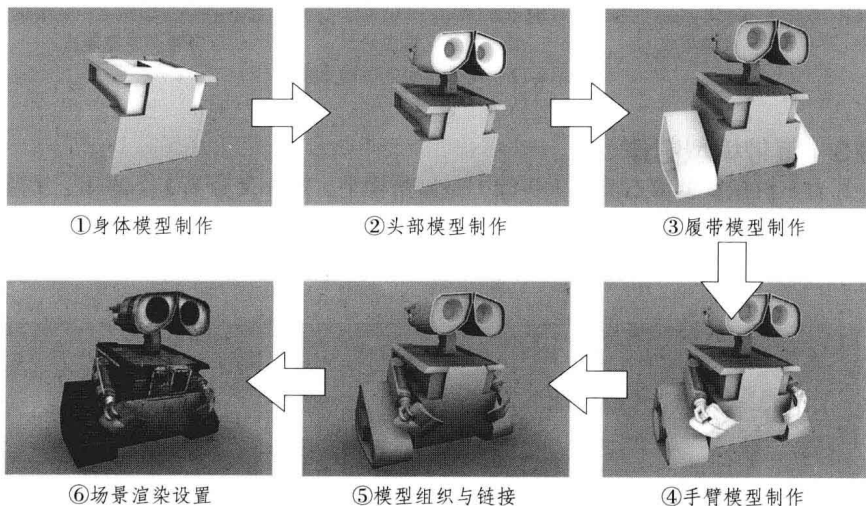

图4-10 《机器人瓦力》制作总流程（步骤）图
时，先建长方体配合编辑多边形修改命令制作机器身体模型，然后围绕身体模型依次建立填充物和颈部连接模型。使用线形绘制出得眼眶轮廓再进行三维挤出操作，然后在眼眶后部添加元件，再使用编辑多边形修改命令制作出眼部模型。继续使用几何体与编辑多边形修改命令制作履带模型、轮子模型、手臂模型和手掌模型，再将所有制作的模型组合在一起，最后设置“瓦力”模型的材质效果。本例分为6个制作总流程（步骤）：①身体模型制作、②头部模型制作、③履带模型制作、④手臂模型制作、⑤模型组织与链接、⑥场景渲染设置，见图4-10。